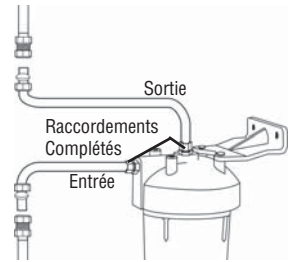

Figure 9
9. Raccorder les deux bouts du tuyau au filtre et au tuyau d'eau à l'aide des raccordements à compression. Ne pas trop serrer les écrous. (Figure 9)